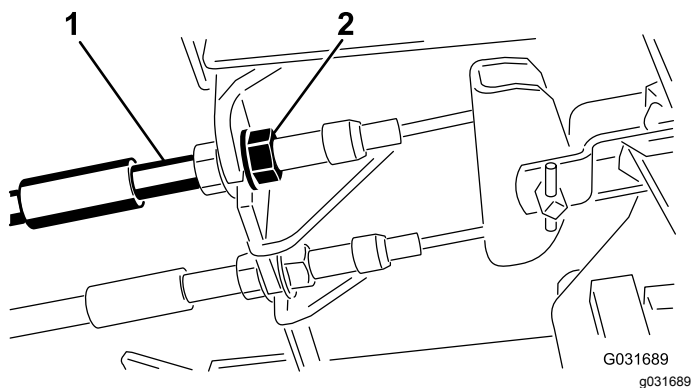

Bild 72
1. Ziehen Sie zum Reduzieren des Spiels der Bremspedale die Bremsen fester – lockern Sie dazu die vordere Mutter am Gewindeende des Bremszugs (Bild 72).